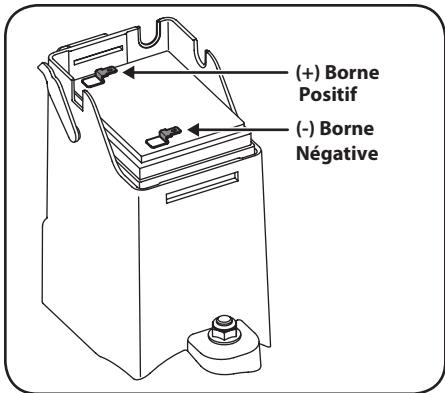

Figure 4-8
- Installez la batterie neuve. Rebranchez le fil positif (rouge) sur le côté positif de la batterie, puis rebranchez le fil négatif (noir) sur le côté négatif. Voir la Figure 4-8.